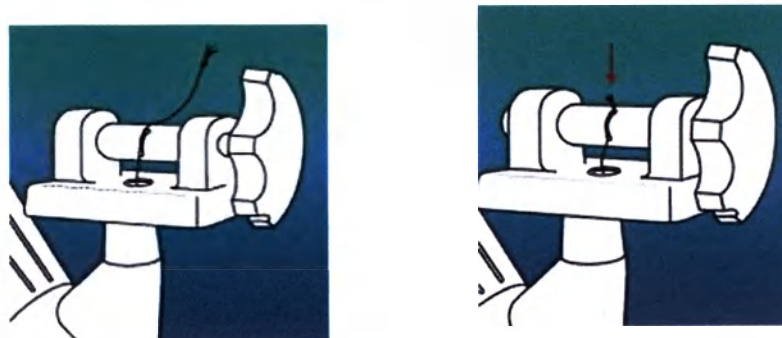

Рис.6
6. Вставьте лигатуру в прорезь на рукоятке, после чего подтяните ее немного назад до закрепления узла на дистальном конце лигатуры в специальном углублении в прорези. Приступайте к следующему этапу только после того как убедитесь в том, что узел закреплен в углублении, так как это обеспечивает адекватную работу рукоятке (рис.6).